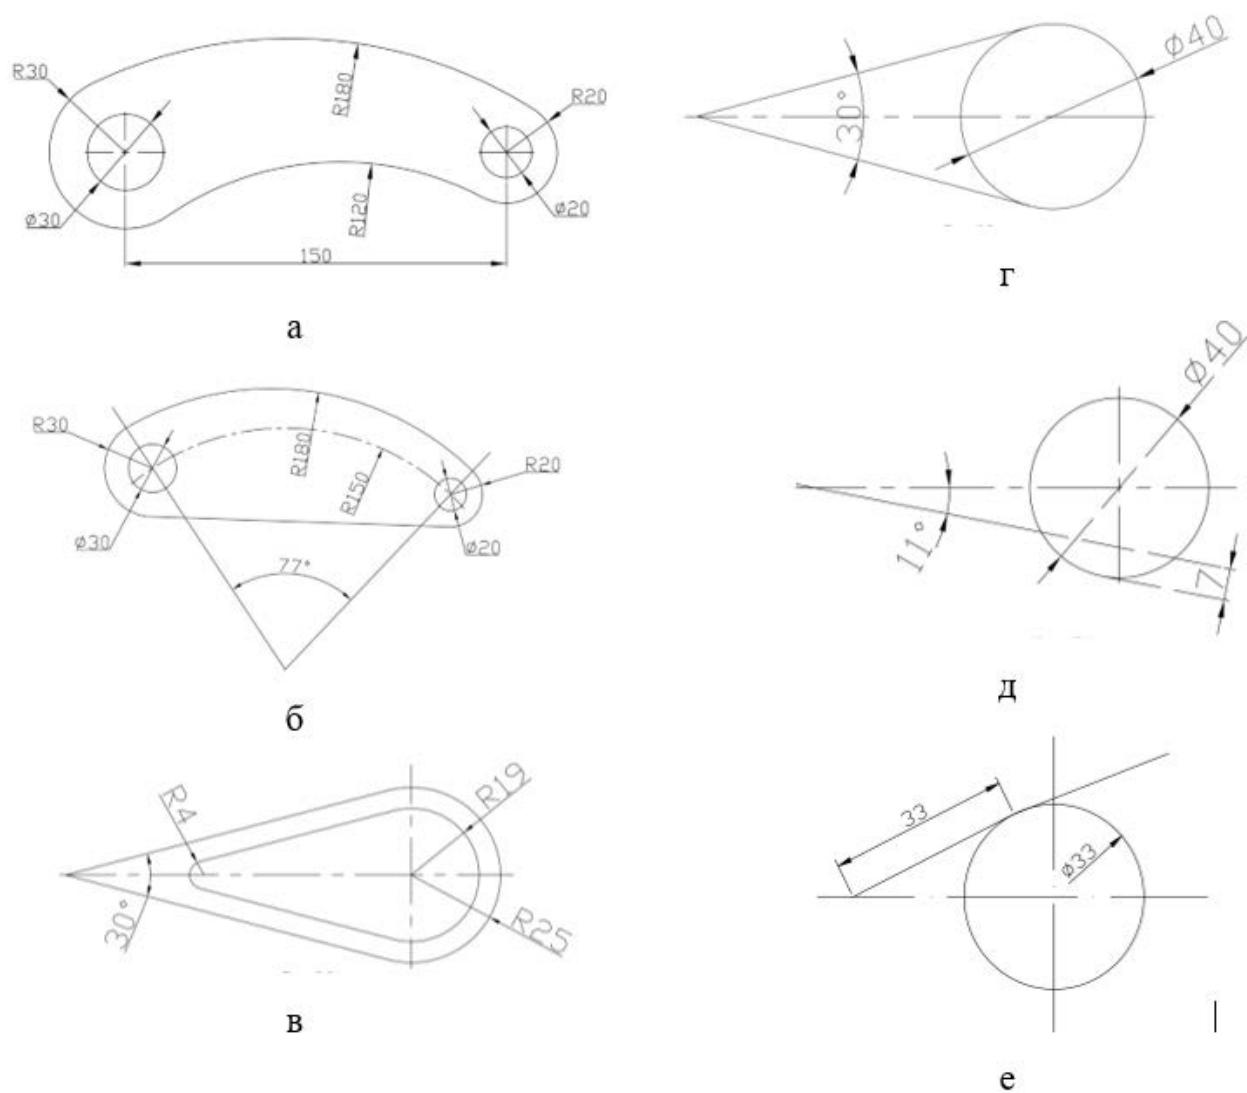

Рис. 142. Изображения для выполнения заданий практической работы № 2 части 2 [17]
2. Построить пластину, представленной на рис. 142 а.
3. Построить пластину, представленную на рис. 142 б.
4. Построить пластину, представленную на рис. 142 в.
5. Построить изображение, представленное на рис. 142 г.
6. Построить изображение, представленное на рис. 142 д.
7. Построить изображение, представленное на рис. 142 е.